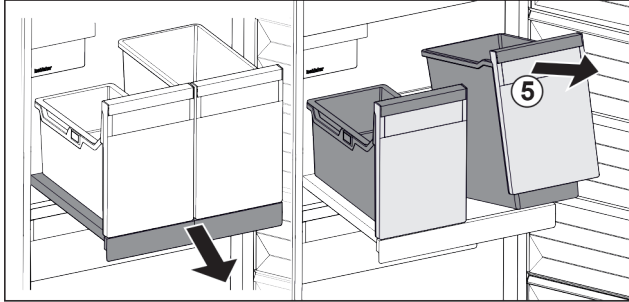

Fig. 80
- ▶ Ridicați recipientul Fig. 80 (5) din față.